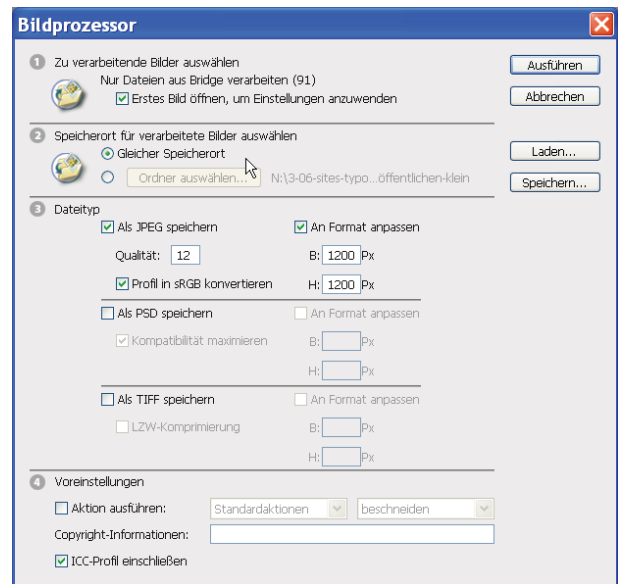

Abb. 12-14: Bildprozessor
- M WERKZEUGE | PHOTOSHOP | BILDPROZESSOR ► PHOTOSHOP wird gestartet und das Fenster BILDPROZESSOR erscheint (Abb. 12-14).
BILDGRÖßE: Bei Wahl der Option AN FORMAT ANPASSEN muß nur ein Wert (z.B. für die BREITE) exakt angegeben werden. Der zweite Wert (z.B. für die HÖHE) ist so zu wählen, dass er über dem für den Erhalt der Bildproportionen berechneten Wert liegt. Das Bild wird dann trotzdem proportional richtig berechnet (Abb. 12-14).